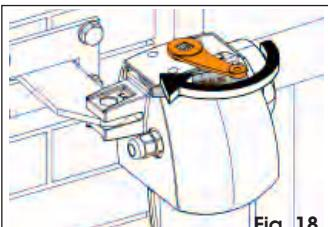

Fig. 18
3. Tourner la clé dans le sens de la flèche (Fig. 18), le levier de déverrouillage s'ouvre légèrement pour faciliter la prise.